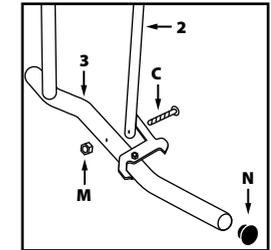

Fig. 3
- Sélectionnez les éléments **2** et **3**. Reliez la pièce **2** à la pièce **3**, à l'aide des fixations **C** et **M** (**Fig. 3**).